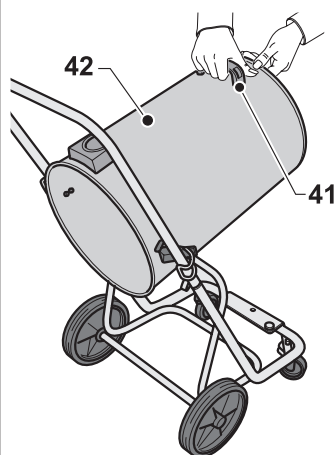

Fig. 20
- Levantar el tanque (39 Fig. 17) con la palanca adecuada (41 Fig. 20) hasta el vaciado completo.